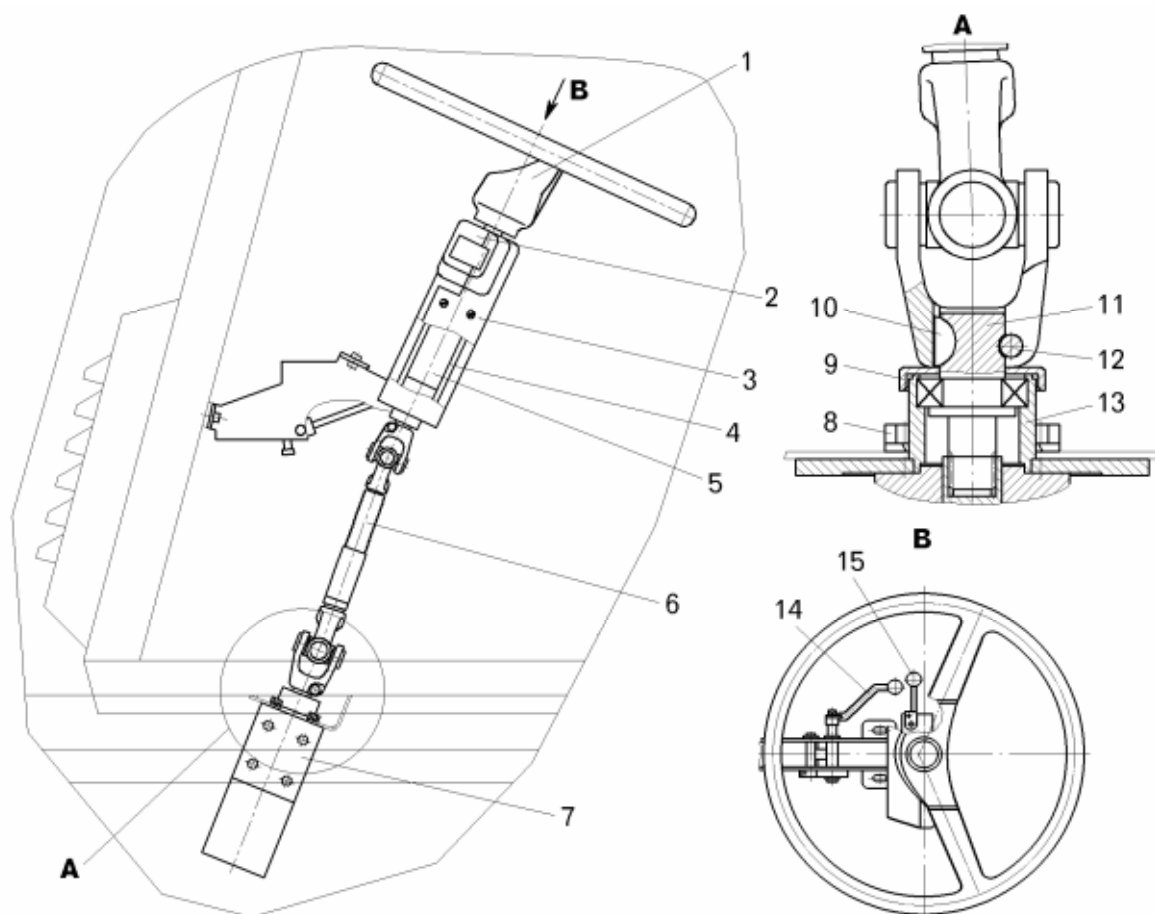

Рисунок 11.1 – Механический привод гидравлического рулевого механизма:
- отвернуть винты и снять пластмассовые крышку 2 (рисунок 11.1) и кожухи 3 и 4;
- отсоединить карданный вал 6 (смотри рисунок 11.1) от вала 11 рулевого механизма 7;
- отвернуть винт с торца оси 20 и снять рукоятку 14 (смотри рисунок 11.1);